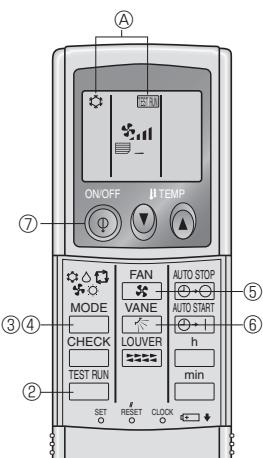

Fig. 7-5
7.2.2. Με ασύρματο τηλεχειριστήριο (Fig. 7-5)
- ① Τροφοδοτήστε με ρεύμα τη μονάδα τουλάχιστον 12 ώρες πριν τη δοκιμαστική λειτουργία.
- ② Πιέστε το κουμπί **TEST RUN** (ΕΛΕΓΧΟΣ) δύο φορές συνεχόμενα.